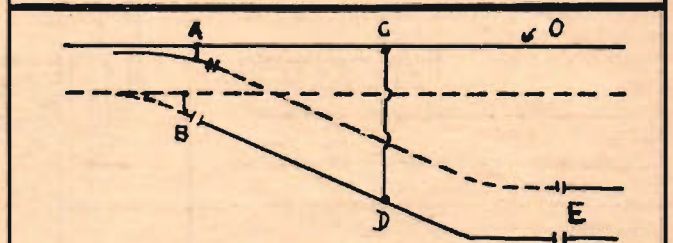
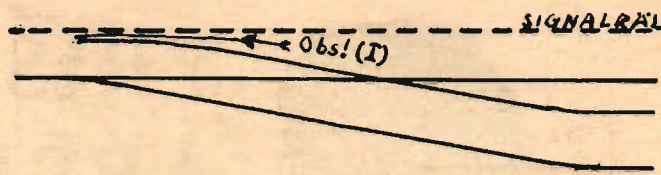

Fig. 4. SIGNALSTRÖM VID VÄXEL.
Fig. 5.
Detta gällde enkelspår. Nu tänker vi oss en vanlig spårväxel. I fig. 4 finns en sådan skisserad med återledningsräl (0) heldragen i svart. Den punkterade räl är signalräl. Vi önskar skydda tåg på rakspåret mot varje fordon, som från punkten (E) kan komma in på rakspåret. Observera att på hela området från vänster fram till E finns en återledningsräl och en signalräl. Enbart ett hjulpar inom detta område fordras för att sluta reläströmmen. De nödvändiga gapen (isoleringpunkterna) framgår av figuren. Linjerna A—B och C—D betecknar ledningar, som förbinder räl med samma polaritet i SK. Samma metod användes i vanlig järnvägsdrift. Så bör man också gå till väga, då det gäller modelljärnvägar. Saken kan dock förenklas genom metoden i fig. 5. Växeln är byggd så, att växel-tungan, då växeln ligger för raktspår, inte har någon kontakt med signalräl (den streckade) vid I. Om tungan gör kontakt, då växeln lägges för sidospår, slutet SK.